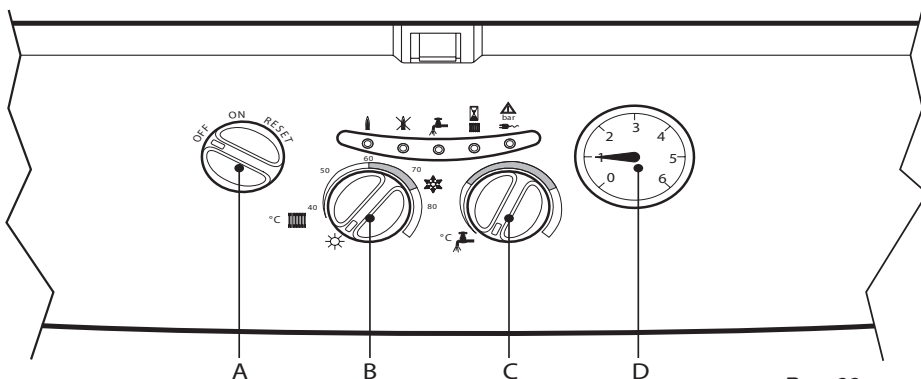

Рис. 22
**"ЗИМА"**  (Рис. 22)
**"ЛЕТО"**  (Рис. 22)
После этого необходимо выбрать режим работы котла: отопление и ГВС или только ГВС. Если выбран первый режим работы: отопление + ГВС, установить ручку В (рис. 22) в положение "ЗИМА" что соответствует значению выше 50°C и задайте необходимое значение на термостате помещения. После этого произойдет розжиг горелки, и котел будет работать в автоматическом режиме, контроль выполняется регулирующими и предохранительными приборами.
Если же выбран второй режим работы: только ГВС, установить ручку В(рис. 22) на позицию "ЛЕТО":с этого момента котел готов к автоматической работе.
**Замечание** - Если после корректного завершения процедуры запуска, не происходит розжиг и котел отключается, подождите 15 секунд, потом поверните ручку А (рис. 22) в положение "RESET". Перезапуск электронного блока управления, приведет к повторению цикла запуска. Если после второй попытки, не будет происходить розжиг, обратитесь к разделу "Устранение неисправностей"
Регулирование температуры воды системы отопления производится путем поворота соответствующей ручки (рис. 22 - дет. В). При повороте ручки по часовой температуре температура воды отопления возрастает, против часовой стрелки - снижается. Температура может варьироваться от минимального 35°C до максимального 85°C. Рекомендуем не эксплуатировать котел при температуре ниже чем 45°.